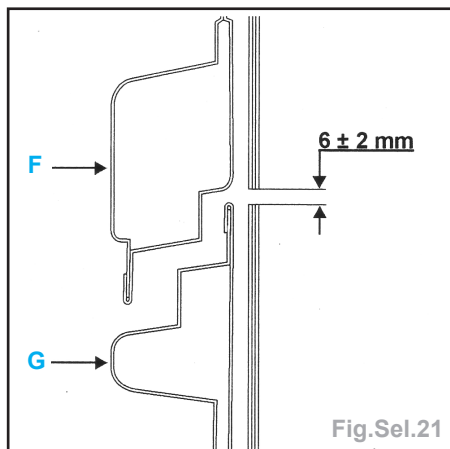
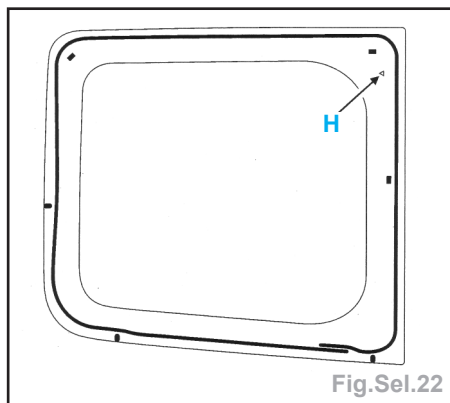

Fig.Sel.21
Fig.Sel.22
- Coller les trois cales adhésives (D) sur la feuillure du panneau de porte.
- Respecter l'emplacement du raccord (E) du cordon de colle.
- Placer la vitre en butée contre les cales (C).
- Répartir les jeux d'aspect (Fig.Sel.21) :
- (F) caisson de porte de coffre droit,
- (G) caisson de porte de coffre gauche.
**Nota :** Les repères (H) permettent le positionnement des balais d'essuie-vitre (Fig.Sel.22).